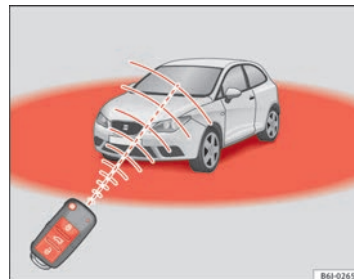

Fig. 46 Raggio d'azione del telecomando
Inoltre, la spia della pila della chiave → fig. 46, lampeggia.
- Il telecomando a radiofrequenza ha un campo d'azione limitato, al di fuori del quale il suo uso non produce effetto alcuno ⇒ fig. 46.